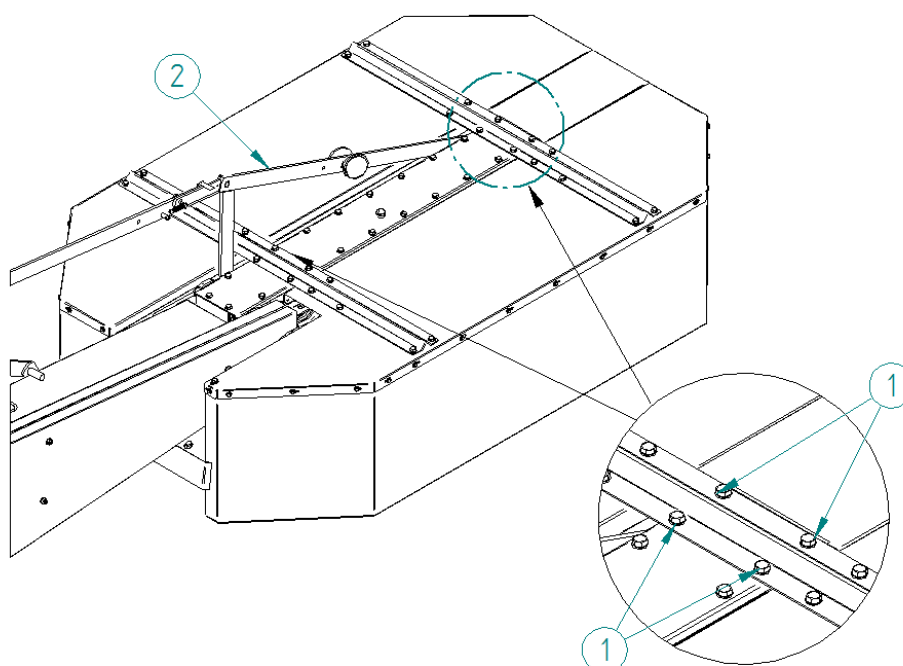

Fig. 1 – Montaggio sezioni metalliche / Metal guard assembly
2. Applicare la protezione alla macchina dopo aver rimosso le viti di (Fig.1 item 1):
2. Attach the guard to the machine in order after the removal of screws (Fig.1 item 1):